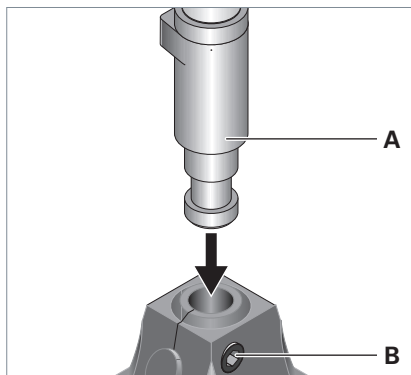

Fig. 2: Leuchte an Befestigungselement montieren.
- ▶ Stecken Sie den Zapfen **A** am Gestänge der Leuchte in die Öffnung des Befestigungselements, siehe Fig. 2.
- ▶ Um das Gestänge zu fixieren, ziehen Sie die Schraube **B** an, siehe Fig. 2.